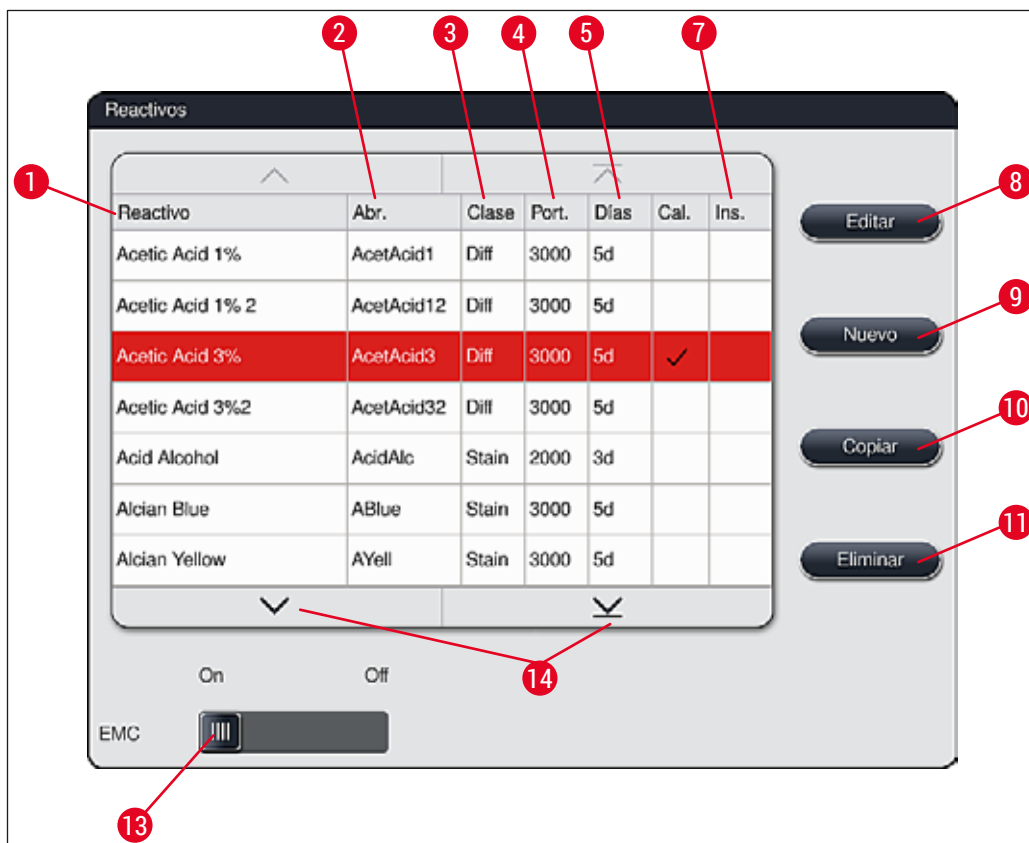

Fig. 36
- Seleccione el reactivo adecuado que desee de la lista de reactivos (→ "Fig. 36") tocando y pulsando el botón **Copiar** (→ "Fig. 36-10").
- Seleccione el reactivo adecuado que desee cambiar de la lista de reactivos (→ "Fig. 36") tocándolo y pulsando el botón **Editar** (→ "Fig. 36-8").